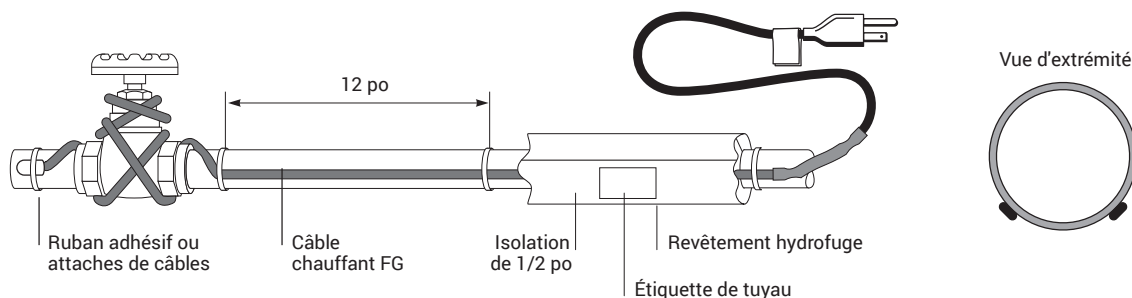
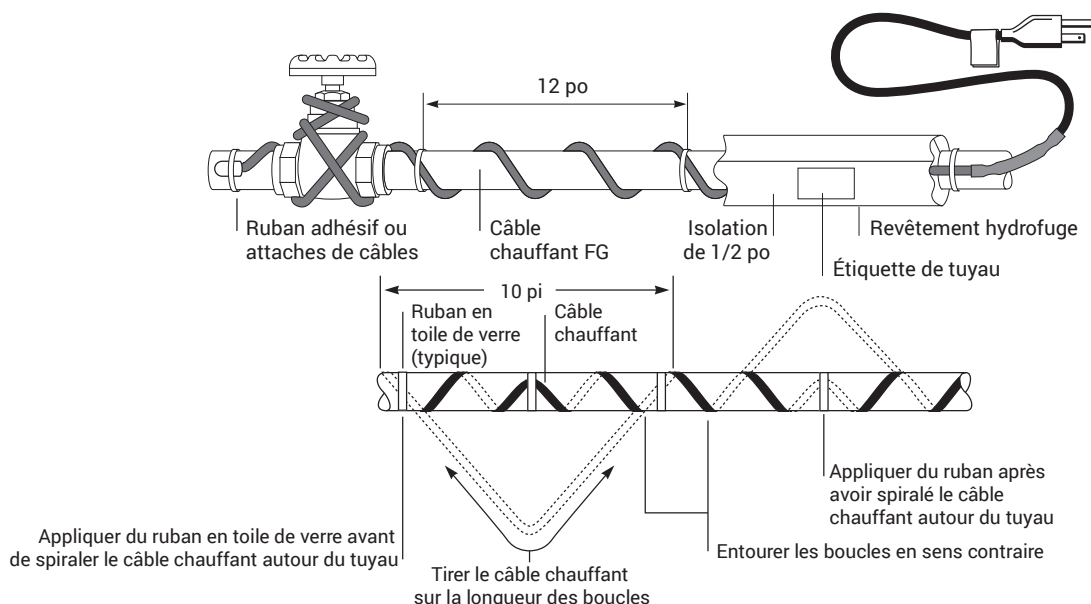

Figure 1. Installation en tracé rectiligne
Figure 2. Installation en tracé spiralé
- Installer le câble chauffant en tracé rectiligne (figure 1) ou spiralé (figure 2).
- S'assurer d'installer tout câble additionnel requis pour soupapes, brides, etc. (voir figures 1 et 2).
- Lorsque l'installation en spirale s'impose, commencer en suspendant une boucle à chaque section de 10 pieds (voir figure 2). Pour déterminer la longueur de la boucle, diviser la longueur du câble par la longueur du tuyau, puis multiplier par 10. Par exemple, si on utilise un câble de 50 pi sur un tuyau de 40 pi, il faut laisser une boucle de câble de 12 pi pour chaque section de 10 pi de tuyau. Saisir la boucle à son centre et l'enrouler autour du tuyau. Égaliser la distance entre les spirales en glissant les enroulements le long du tuyau. Utiliser du ruban en toile de verre pour fixer le centre de la boucle au tuyau.